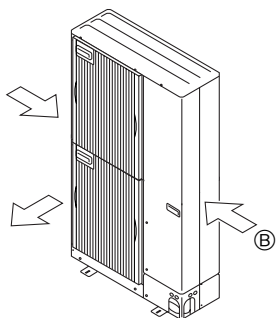

Fig. 2-16
② Coloque la unidad de manera que la salida de aire sople en dirección perpendicular a la dirección estacional del viento, si la conoce. (Fig. 2-16)